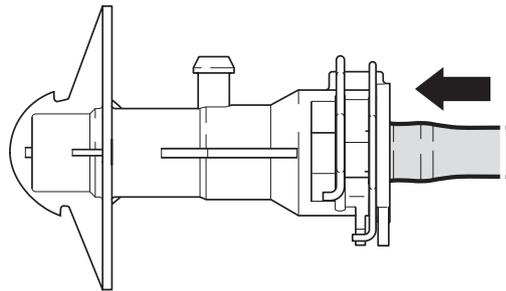

Fig. 7 : Lorsque le raccord est enfoncé et le clip fermé, l'orifice de purge est fermé
8. Enfoncer le conduit dans le raccord jusqu'à la butée (fig. 7)